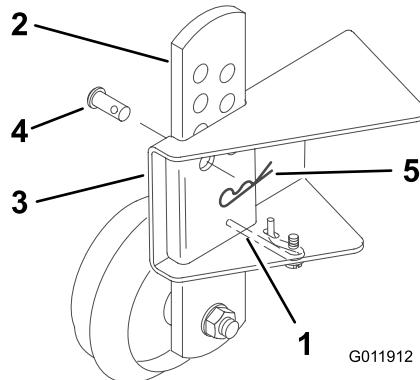

Figura 4
- Desvíe el muelle antitraqueteo, deslice la placa de ajuste de la rueda niveladora en el soporte de la rueda del cortacésped, y fíjela con el pasador y la chaveta (Figura 4).